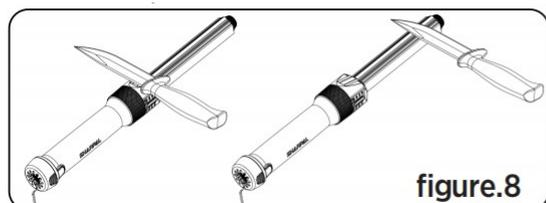

figure.8
- Placez le talon de la lame de couteau contre le guide d'angle. **POUSSEZ** la lame dans le sens **OPPOSÉ** à vous, comme si vous enleviez une fine tranche du dessus de la tige d'affûtage. Poussez la lame de couteau en travers de la tige d'affûtage tandis que vous repoussez entièrement jusqu'à la pointe de la lame pour aiguiser le bord tranchant (voir la figure 8).